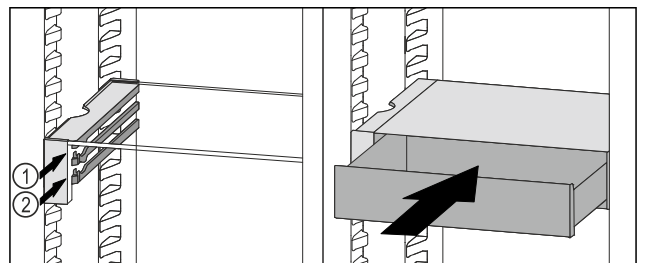

Fig. 76
- ▶ A VarioSafe-fiókot az ütközők mögött helyezze a kívánt bordára a Fig. 76 (1) vagy Fig. 76 (2) szerint.